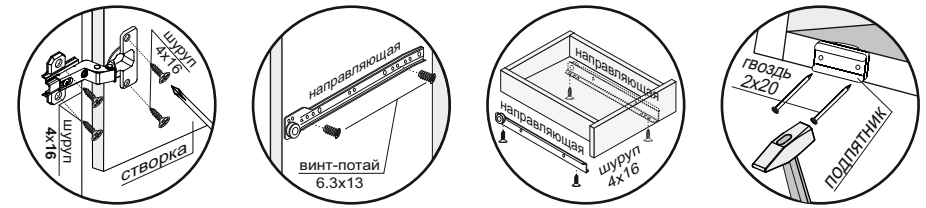

Рис.1
3. К поперечинам (2) прикрутить направляющие винтами 6.3x13 по наметкам (рис.1).
4. Соединить боковины (1), поперечины (2), стяжки (4,5) и цоколи (11) еврошурупами (рис.1).
5. Вставить шканы в поперечины (2). Затем к собранной части изделия монтировать крышу (3), используя еврошурупы (рис.1).
7. Установить короб комода на постоянное место. Навесить створки (12), используя петли и шурупы 4x16 (рис.1). Отрегулировать петли.
8. Выбрать расположение створок (12,13) (справа или слева от выдвижных ящиков) и **аккуратно** досверлить с нужной стороны отверстия под ручку $\varnothing 5$ мм. Прикрутить ручки к створкам (12) шурупами 4x25 (рис.1).